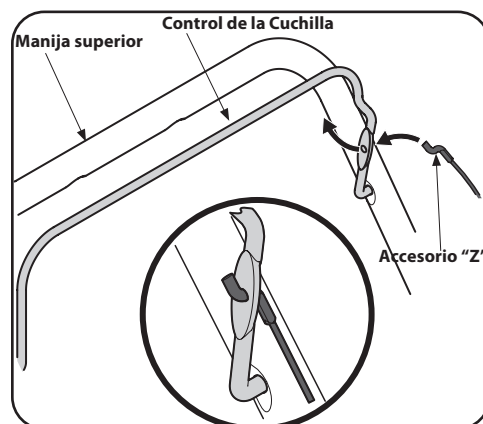

Figura 2-2
1. Enganche el extremo "Z" del cable de frenado en la manija, desde el exterior hacia el interior. Vea Figura 2-2.